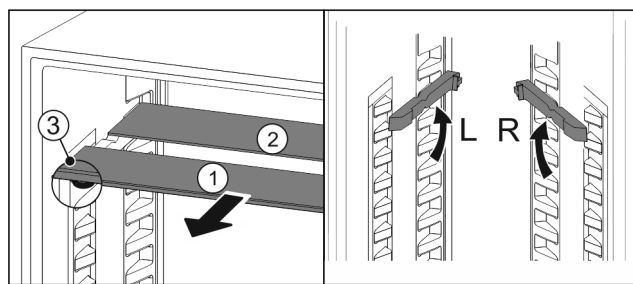

Fig. 115
- Tërhiqni një nga një pllakat e xhamit nga përpara Fig. 115 (1).
- Pllaka e xhamit Fig. 115 (1) me kornizën ndodhet përpara.
- Ndalesat Fig. 115 (3) janë të drejtuar për poshtë.